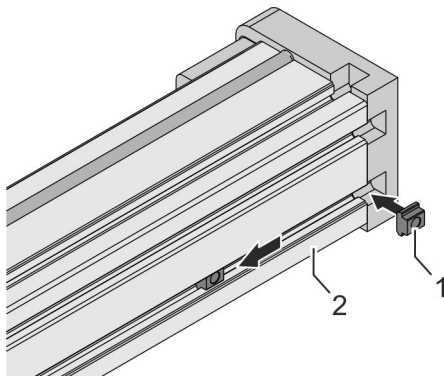

Abb. 22: Nutensteine einsetzen
2. ➔ Nutensteine (Abb. 22/1) in die Nut/en an der Unterseite des Führungsprofils (Abb. 22/2) einsetzen.